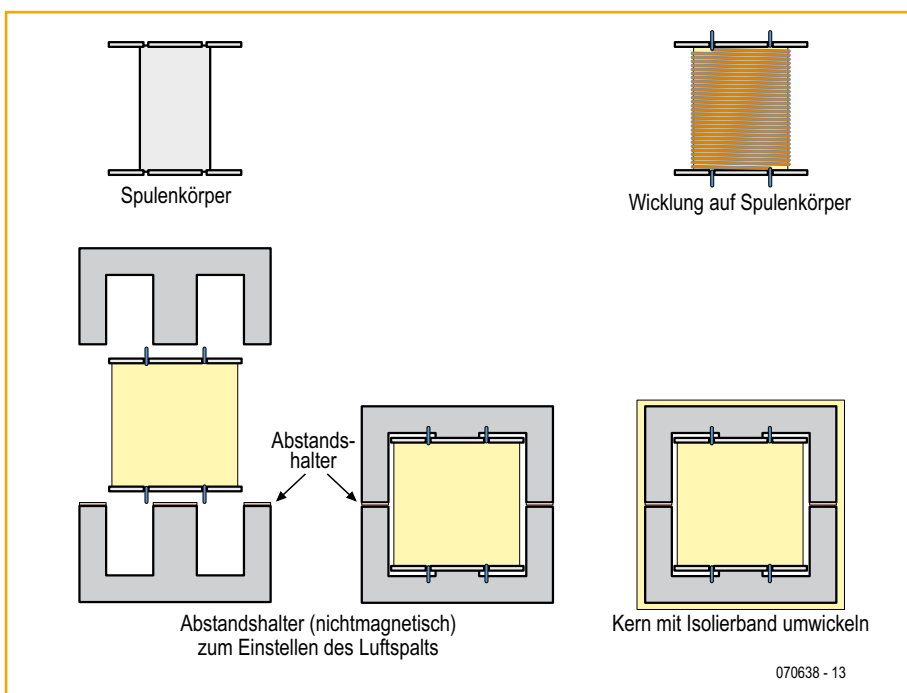

Bild 5. So werden die Einzelteile der Induktivität zusammengesetzt.
**Bild 5** zeigt den Zusammenbau der Einzelteile der Spule. Zunächst wickelt man 280 Windungen auf den E19-Spulenkörper. Die Drahtenden kürzt man auf etwa 5 mm, kratzt sie mit einem scharfen Messer blank, verzinkt sie und prüft dann die Spule auf Durchgang. Dann steckt man wie gezeigt die beiden Hälften des E-Kerns auf beziehungsweise in die Spule, setzt die Abstandshalter ein und justiert sie, um einen Luftspalt von 1,5 mm und damit die gewünschte Induktivität zu erhalten. Schließlich umwickelt man den Kern mit einem Streifen Isolierband, damit nichts verrutscht.